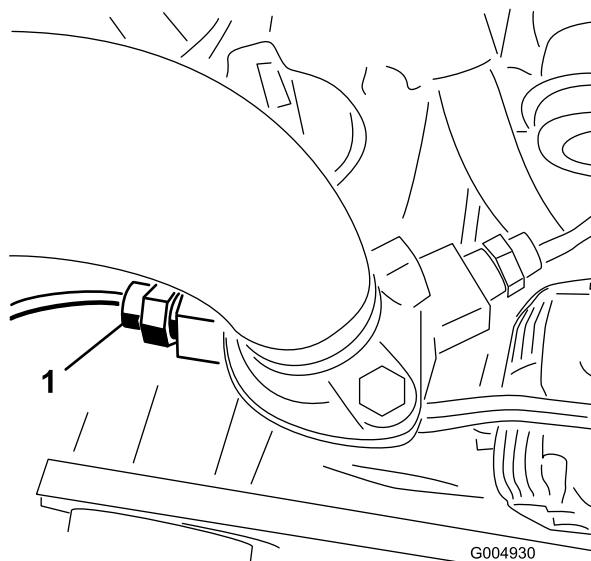

Рисунок 15
2. Отсоедините провод и снимите тепловой переключатель с левой стороны корпуса термостата двигателя (Рисунок 15). Удалите переключатель в отходы.